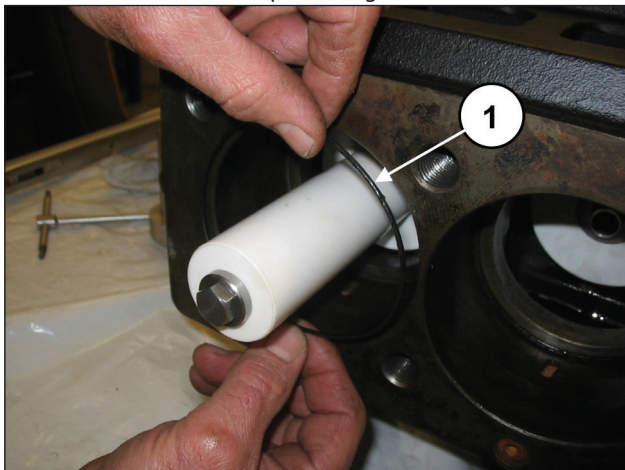
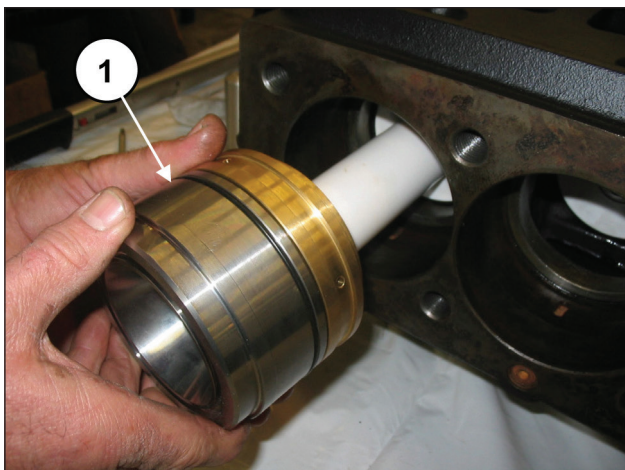

Fig. 149
Fig. 150
Inserire l'O-ring all'interno del carter pompa (pos. ①, Fig. 149) e successivamente il blocco camicia-supporto guarnizione (completo del medesimo O-ring) precedentemente assemblato fino a battuta (pos. ①, Fig. 150).